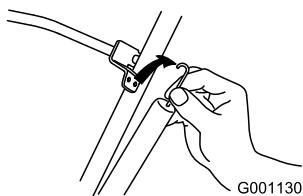

Figure 20
- Décrochez l'extrémité du ressort du câble de commande de la barre de commande (Figure 20).